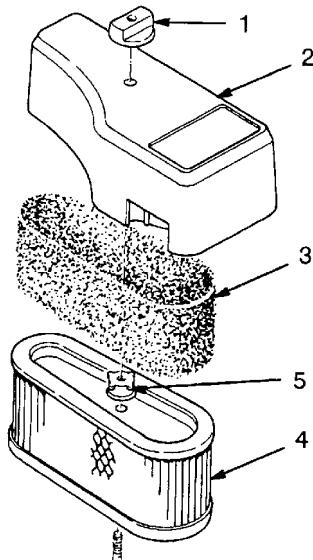

Bild 16
2. Schrauben Sie die Verschluss schraube los und entfernen den Luftfilterdeckel (Bild 16).
3. Schieben Sie den Schaumstoffeinsatz vorsichtig vom Papiereinsatz herunter (Bild 16).
4. Schrauben Sie die Mutter los und entfernen den Papiereinsatz (Bild 16).
2. Schieben Sie das Schaumelement vorsichtig auf den Papiereinsatz (Bild 16).
3. Schieben Sie den Luftfilter auf die lange Stange. Ziehen Sie die Mutter fest (Bild 16).
4. Bringen Sie die Luftfilterabdeckung und Verschluss schraube an (Bild 16). Ziehen Sie das Feststellrad fest.